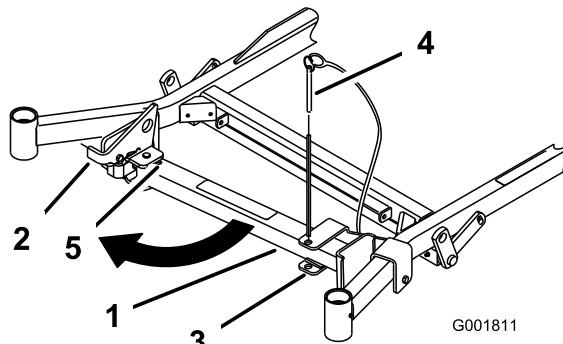
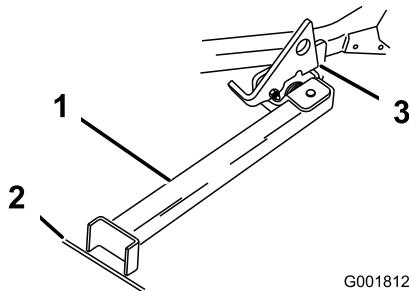

Figura 34
Figura 35
- Retire el pasador del soporte (Figura 34).
- Levante el enganche. Gire el pie del soporte hacia adelante, y deslice el soporte hacia la máquina, hasta que encaje en la parte de abajo de la ranura (Figura 34 y Figura 35).
- 6. Ponga el pie del soporte en el suelo con el enganche descansando sobre la pestaña de giro (Figura 35).
- Nota:** Para obtener los mejores resultados, coloque el pie del soporte en una ranura de la acera o en el césped (Figura 35).
- 8. Conduzca la máquina sobre el soporte. Pare cuando el enganche caiga por encima de la pestaña a la posición de BLOQUEADO (Figura 35). Una vez que esté sobre el soporte, ponga el freno de estacionamiento y apague el motor.
- 7. Ponga el soporte de nuevo en su posición de DESCANSO (Figura 34).